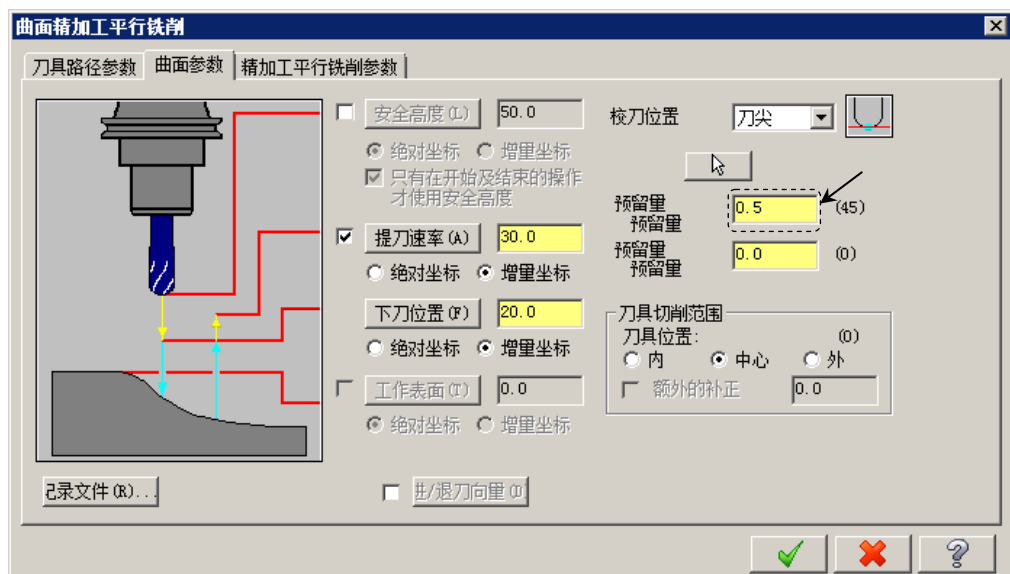

图 17.13 “曲面参数”选项卡
(1) 完成上步操作后，在“曲面精加工平行铣削”对话框的 选项卡的列表框中显示出 Step4 所选择的刀具。双击该刀具，系统弹出“定义刀具-机床群组-1”对话框。
(2) 设置刀具号码。在“定义刀具-机床群组-1”对话框的 文本框中，将原有的数值改为 2。
(3) 设置刀具的加工参数。单击“定义刀具-机床群组-1”对话框中的 选项卡，在 文本框中输入值 100.0，在 文本框中输入值 50，在 文本框中输入值 500，在 文本框中输入值 1000。
(4) 设置冷却方式。在 **参数** 选项卡中单击 **Coolant...** 按钮，系统弹出“Coolant...”对话框，在 **Flood**（切削液）下拉列表中选择 **On** 选项。单击该对话框中的 **✓** 按钮，关闭“Coolant...”对话框。
Step7. 设置曲面加参数。在“曲面精加工平行铣削”对话框中单击 **曲面参数** 选项卡，设置图 17.13 所示的参数。